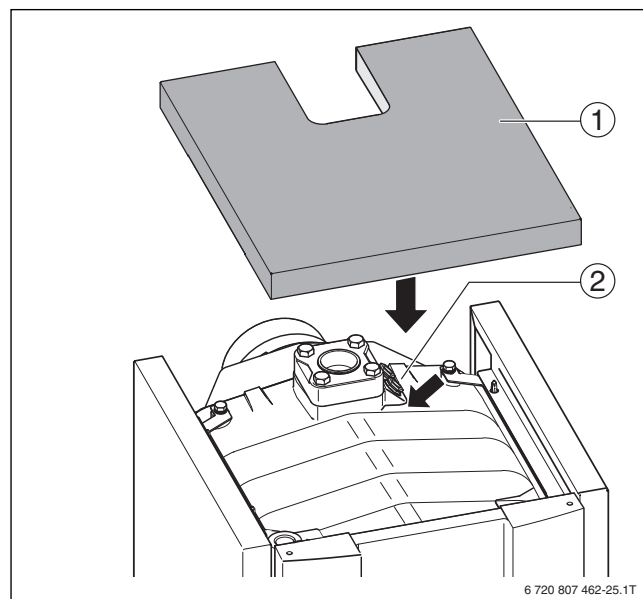

Рис. 15 Установка крышки котла и датчика температуры
- Датчик температуры котловой воды и предохранительный ограничитель температуры (STB) – установите в погружную гильзу на верхней стороне котла (→ рис. 15, [2], стр. 19). Закрепите датчики пружинным фиксатором.